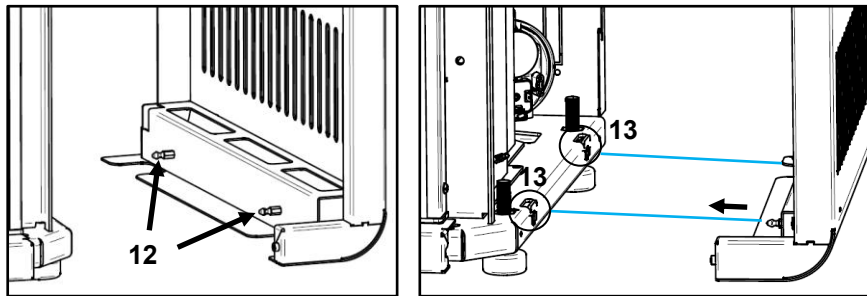

Figura 45 – Fixação das envolventes Olive
k) De seguida colocar as envolventes laterais; encaixar primeiro os apoios **10** nos rasgos **11** e depois encaixar os pernos **12** das envolventes laterais, nas molas **13** que se encontram no equipamento, como demonstra a Figura 45.